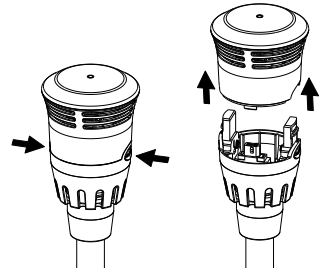

Figure 7
2. Enlever la tête de l'appareil en appuyant sur les deux boutons, puis la mettre de côté (figure 7).
6. Remettre en place la tête de chaque appareil qui a été retirée (figure 7).